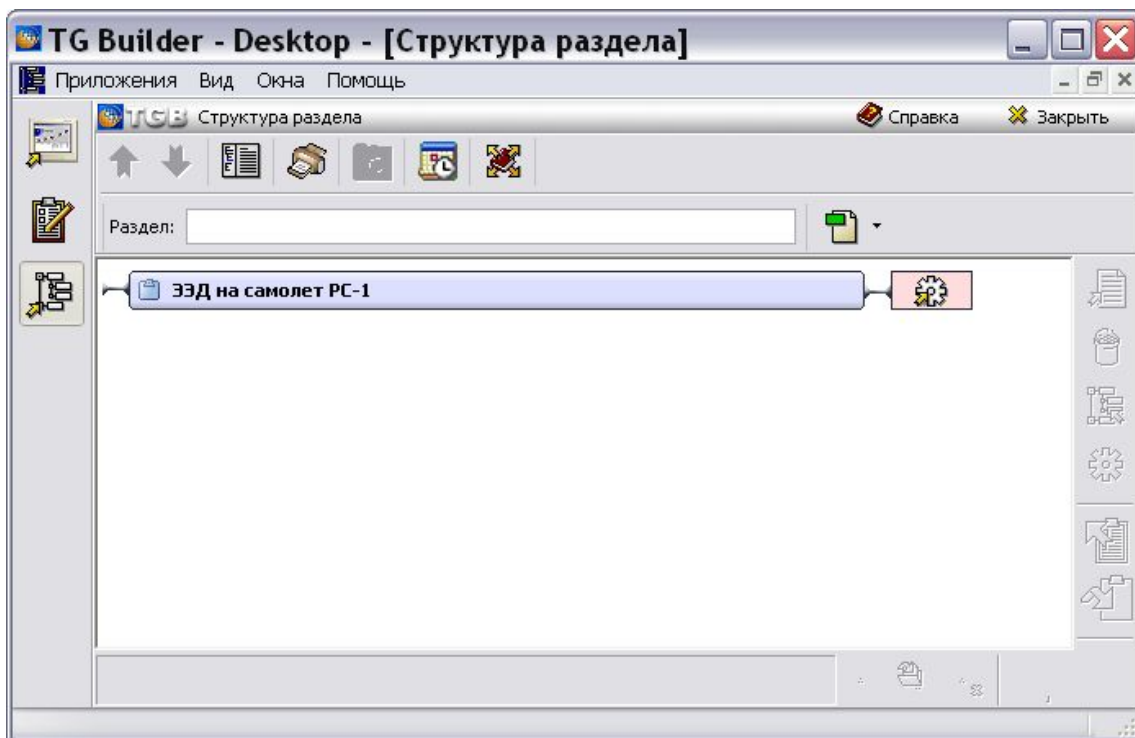

Рис. 8.2
2. Выберите проект и откройте его. При этом появится диалоговое окно **Структура раздела** (Рис. 8.2).